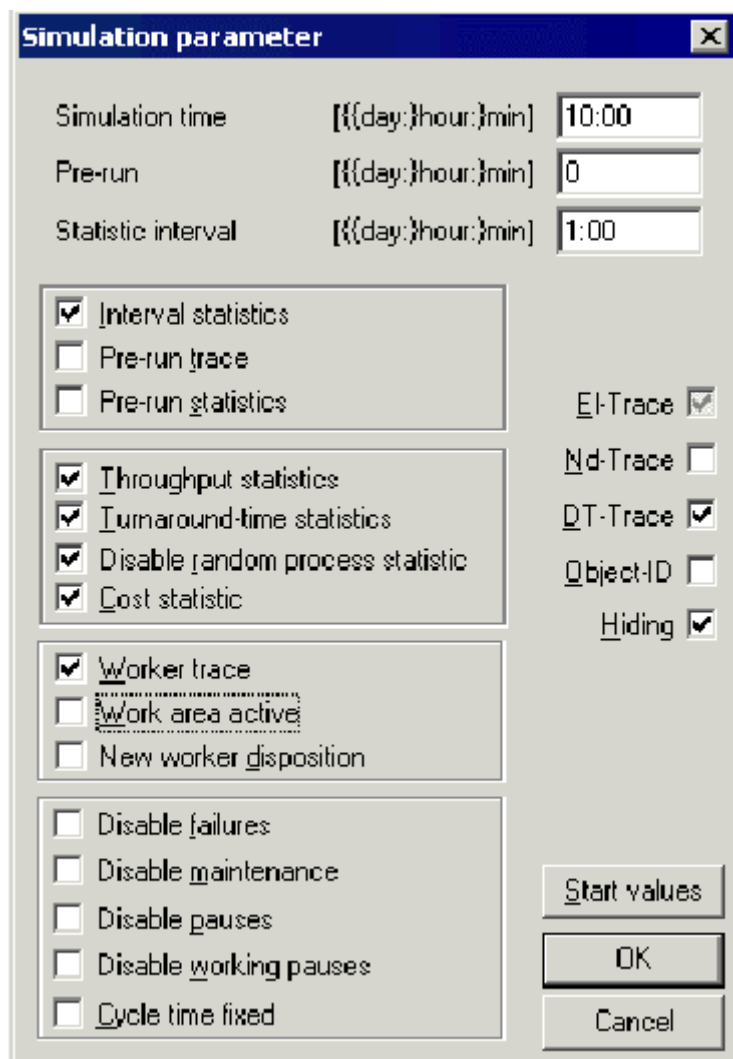

图 8.21 系统仿真参数设置面板
- 点击主菜单“模拟”下的“参数”子菜单；将弹出如图 8.21 所示的仿真参数面板。